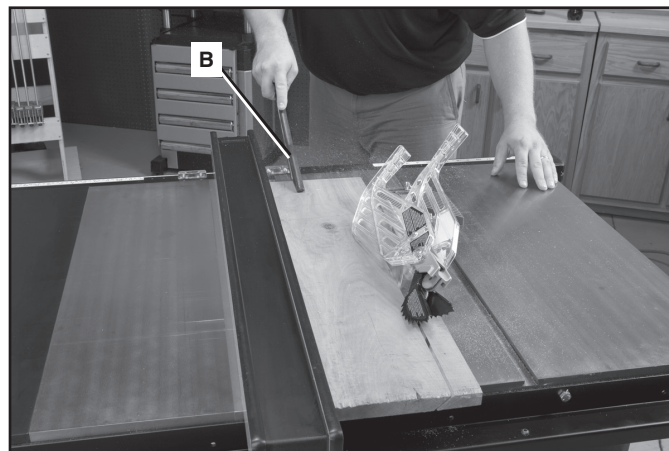

FIG. 56
patrón para fabricar varas de empuje. Una vara de empuje (B) Fig. 56 viene incluida con esta sierra. Utilice la(s) vara(s) de empuje para sujetar la pieza de trabajo contra el banco y la guía y empujar la pieza de trabajo completamente más allá de la hoja. Ver Fig. 56.